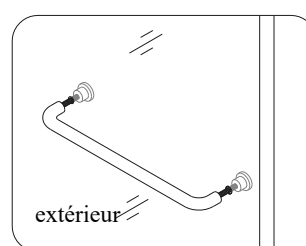
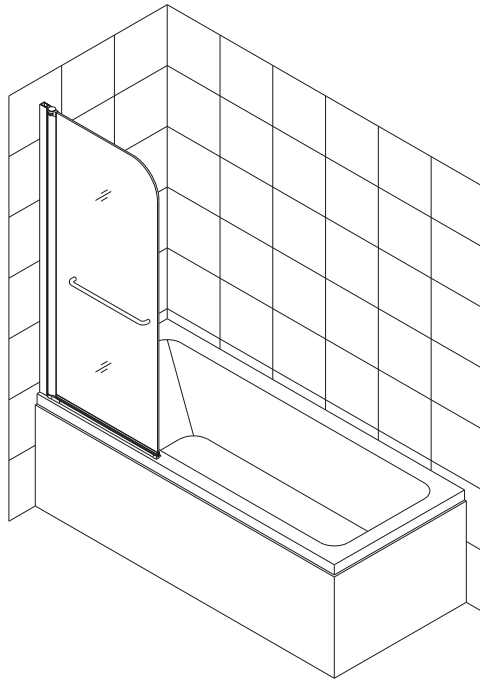

Fig 7
Fig 8
7. **Posez la Poignée (N° 11)** du côté extérieur de la **Porte Vitrée (N° 02)**. Consultez les Fig. 7 et Fig. 8